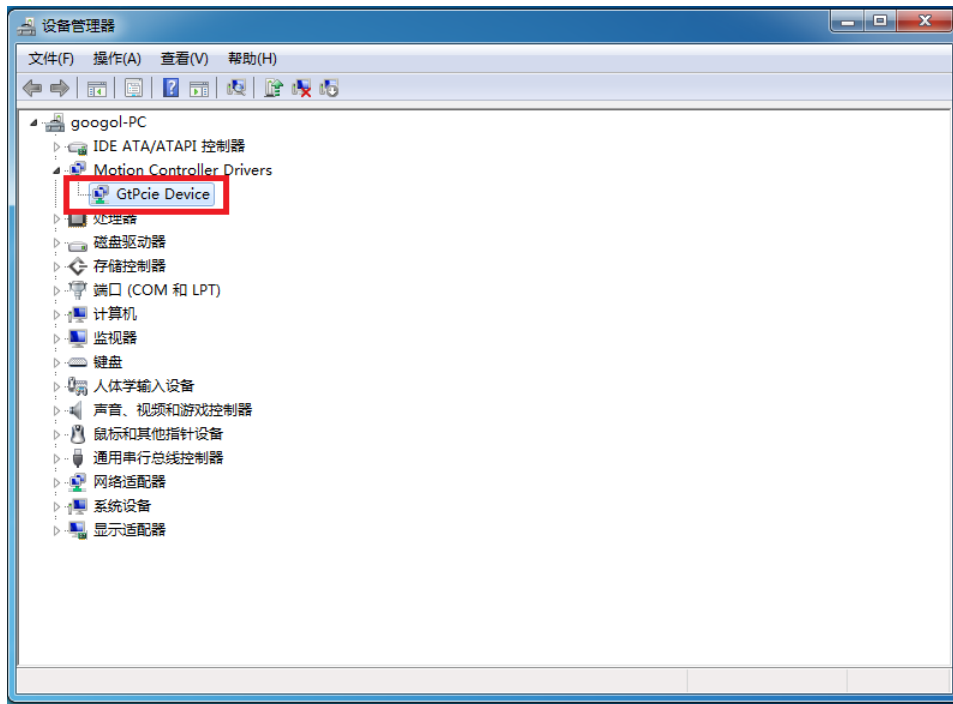

图 2-7 控制卡驱动程序安装界面 7
(8) 安装成功后，打开设备管理器，可以看到驱动已经安装成功，如图 2-7 所示。